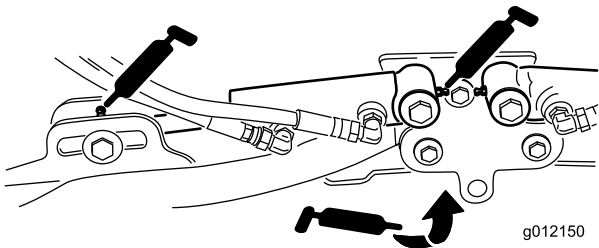

Figura 48
- Cilindros do braço de elevação da unidade de corte (2 cada) (Figura 48)
- Articulações do braço de elevação (1 cada) (Figura 48)